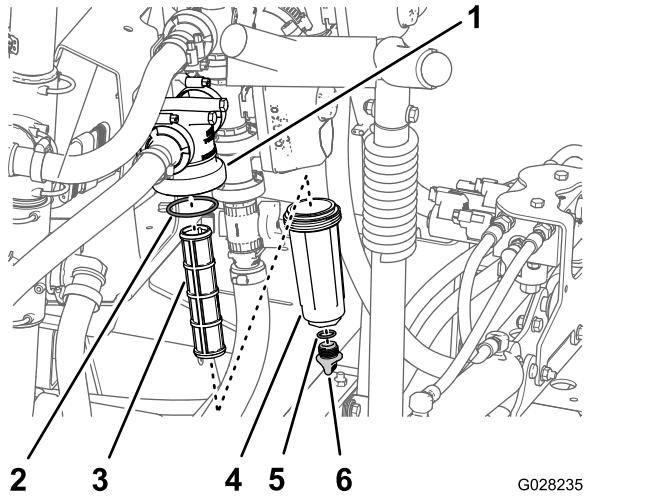

图 114
2. 在压力式滤清器下放置一个排放盘图114。
3. 逆时针旋转排油塞然后将其从压力式滤清器的油碗中取出图114。
4. 逆时针旋转油碗然后将其从滤清器头中拿出图114。
5. 拆下旧压力式滤清器的滤芯图114。
6. 检查排油塞的 O 形圈在油碗内侧和油碗的 O 形圈在滤清器头内侧是否有磨损和损坏 图 114。
7. 将新的压力式滤清器滤芯安装到滤清器头中 图 114。
8. 将油碗安装到滤头上并用手紧固 图 114。
9. 将排油塞安装到油碗上并用手紧固 图 114。